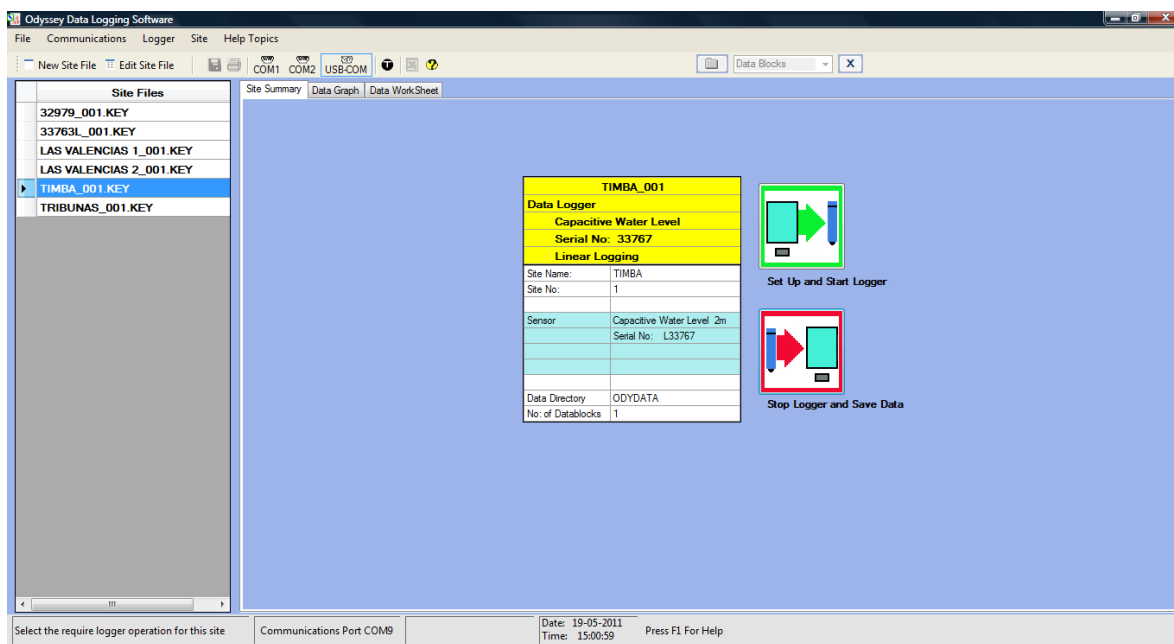

Figura 3. Ventana principal del programa Odyssey
4.5 Aparecerá una ventana como la siguiente. Ver figura 3. Su limnógrafo debe estar creado (ver INST-03) y deberá aparecer su identificación al lado izquierdo de esta ventana. Selecciónelo.
4.7 Aparecerá una ventana para inicializar el logger. Ver figura 4. Debe escoger el “Scan Time” (Tiempo de registro) como 30 minutos. Es decir que cada media hora el logger registrará y guardará el nivel del agua. Hay dos opciones para seleccionar el “Start Mode” (Modo de Inicio): “Start Now” (Empiece Ahora) o “Delay Start” (Atrasar la Hora). Escoja “Delay Start” (Atrasar la Hora), de tal forma que se empiecen a tomar los datos en una hora en punto, por ejemplo 11.00AM o 11.30AM. Defina entonces el día y la hora de inicio. Ver figura 3.